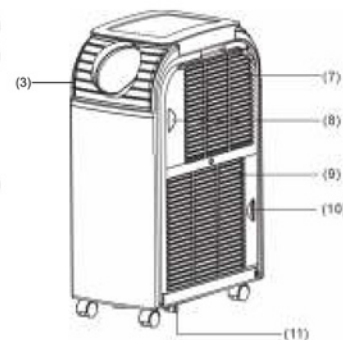

Рис. 4
2. FULL Индикатор заполненности бака конденсатом. Если загорается данный индикатор, значит емкость для сбора конденсата полна. Необходимо выключить прибор и слить конденсат, открутив заглушку на трубке 11 (рис. 4), после чего его опять можно включить.